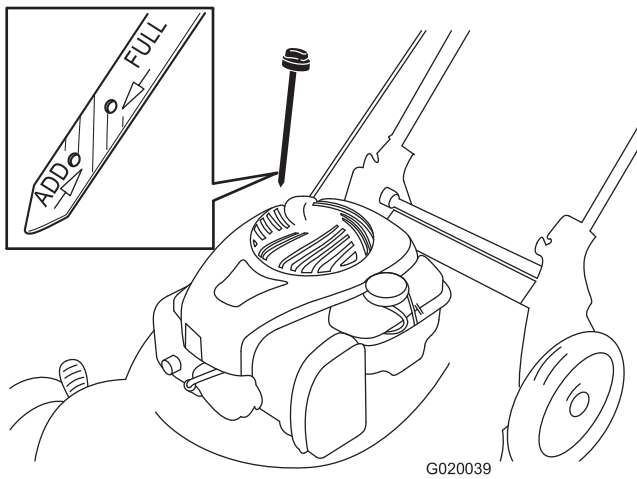

Figura 19
7. Retire la varilla y compruebe el nivel de aceite en la misma (Figura 19).